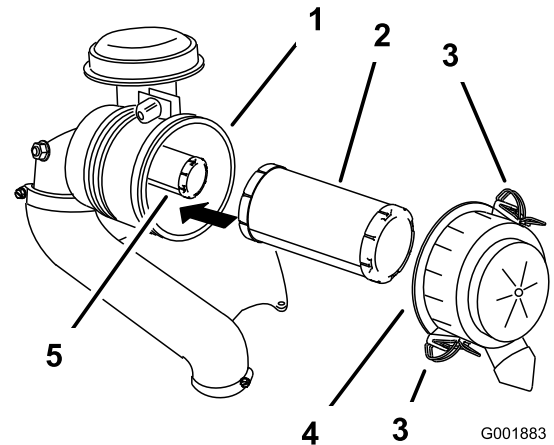

Figure 46
3. Abra los cierres del limpiador de aire y tire de la tapa de la entrada de aire para separarla del cuerpo del limpiador de aire (Figure 46).
5. Extraiga con cuidado el filtro primario de la carcasa del limpiador de aire (Figure 46).
2. Si va a cambiar el filtro interno, deslícelo cuidadosamente en el cuerpo del filtro (Figure 46).
3. Deslice cuidadosamente el filtro primario por encima del filtro de seguridad (Figure 46).
4. Instale la tapa del limpiador de aire y fije los cierres (Figure 46).